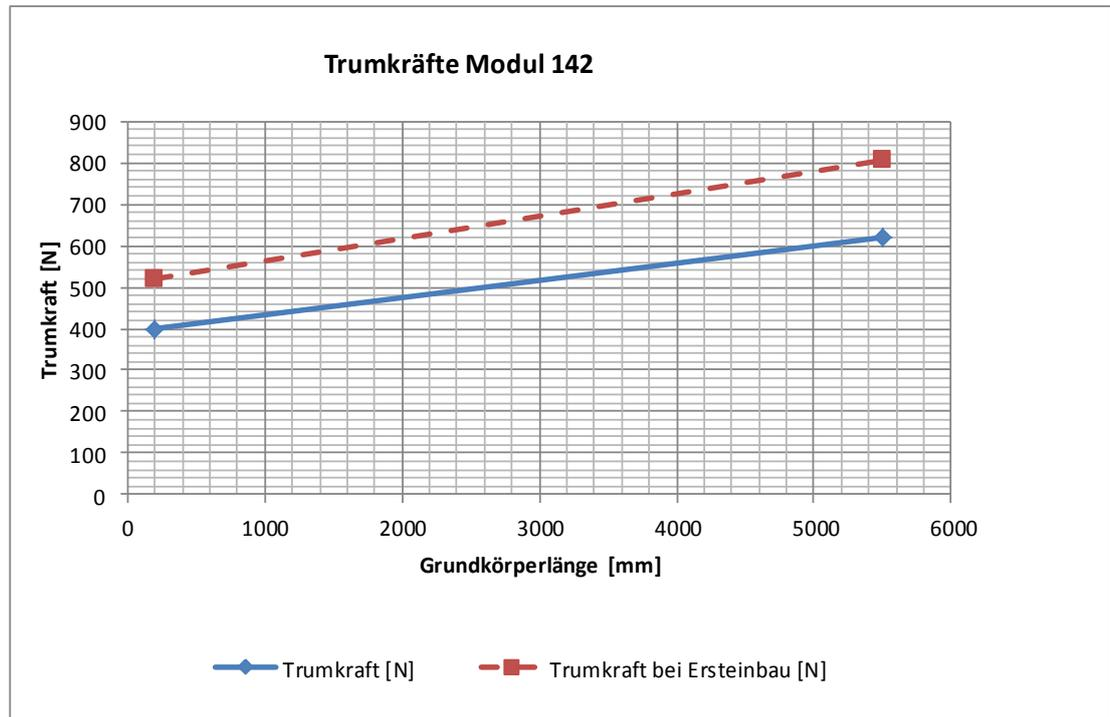

Abbildung 9: Diagramm 2
Solltrumkraft	Gemäß Grundkörperlänge im Diagramm 2 (siehe Abbildung 9, Seite 11)
- (5) Vergleichen Sie die Trumkräfte mit Diagramm 2 (siehe *Abbildung 9*).